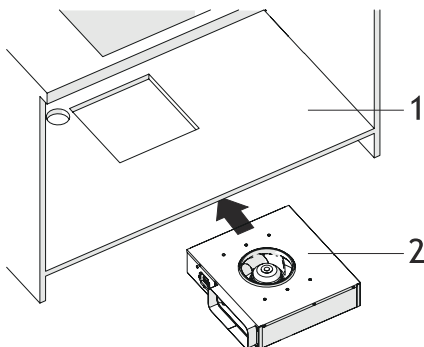

Fig. 20
7. ➔ Skub motor på plads ind under soklen (Fig. 20).